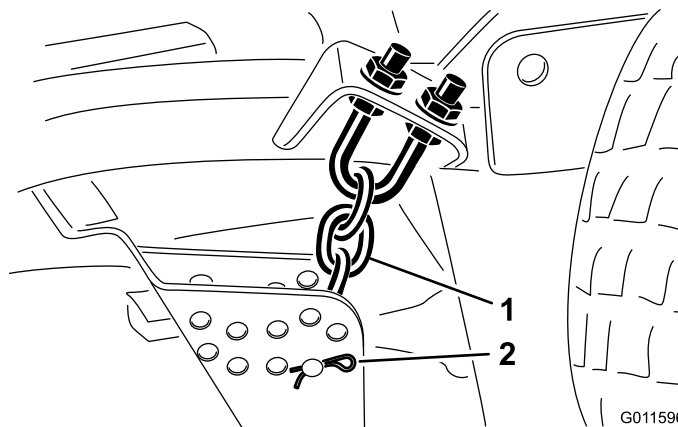

Figuur 2
3. Verwijder de ster van elastomeer vanuit de binnenzijde van de poeliekoppeling. Controleer op slijtage en vervang in geval van beschadiging. Behoud het onderdeel als het niet beschadigd is, voor installatie op een nieuw voordek (Figuur 2).
Opmerking: Controleer de sternaaf op slijtage en vervang deze in geval van beschadiging (Figuur 2).